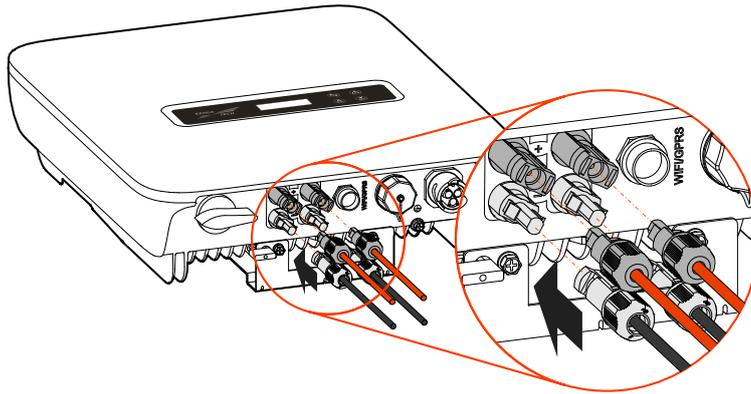

Figura 3-20 Conexión del conector de CC
Paso 6 Inserte el conector positivo y el conector negativo en los terminales FV + y FV – (como se muestra en la Figura 3-20) y ajústelos. Si se escucha un clic, significa que los conectores se han insertado correctamente.